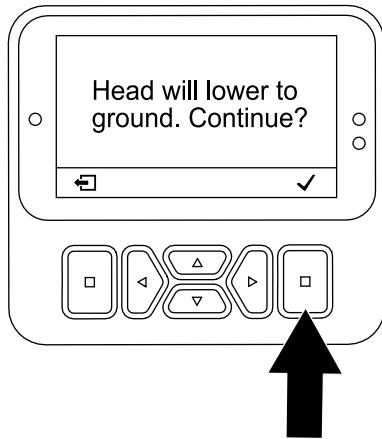

Figura 107
7. Alla schermata La testa si abbasserà (Figura 107), premete il pulsante Invio.